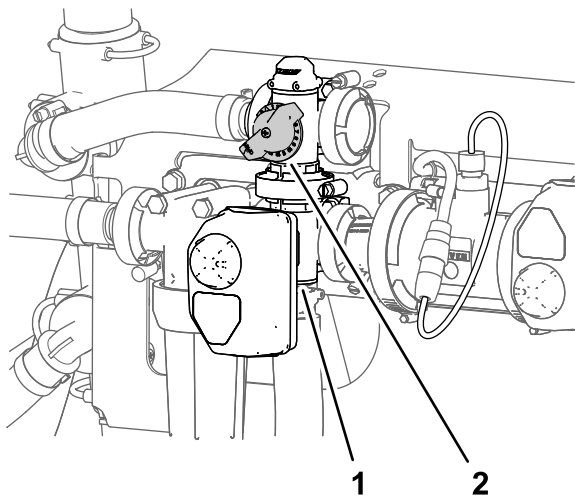

Figura 206
2. Ajuste la válvula de desvío de agitación (Figura 206) hasta que el indicador indique una presión del sistema de fumigación de 6.89 bar (100 psi).